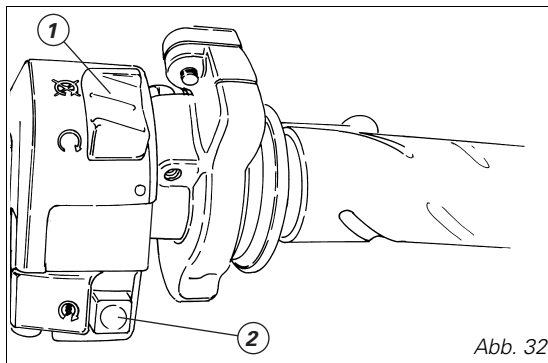

Abb. 32
3) Sich davon überzeugen, dass sich der Stoppschalter (1, Abb. 32) auf  (RUN) befindet, dann die Anlassertaste (2, Abb. 32) drücken.
Diese Funktion ermöglicht, durch das kurze Drücken der Taste (2, Abb. 32) einen unterstützten Motoranlass. Auf das Drücken der Taste (2) erfolgt der automatische Anlass des Motors für eine in Abhängigkeit zur Motortemperatur variierenden Maximalzeit.